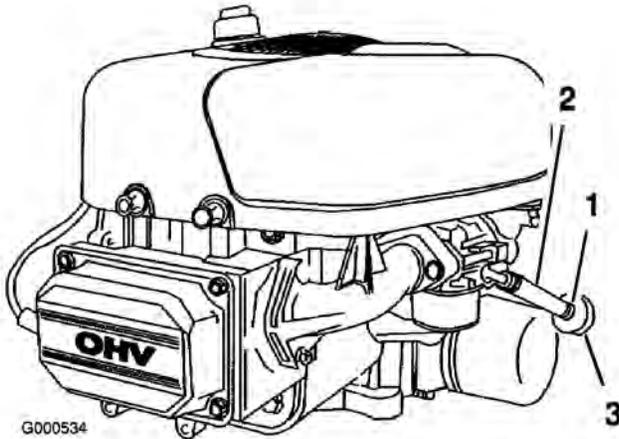

Figure 30
4. Desserrez le collier de serrage au niveau du filtre à carburant et éloignez-le du filtre en le poussant le long de la conduite d'alimentation (Figure 30).
5. Débranchez la conduite d'alimentation du filtre (Figure 30).
7. Raccordez la conduite d'alimentation au filtre. Rapprochez le collier de serrage du filtre pour fixer la conduite d'alimentation (Figure 30).